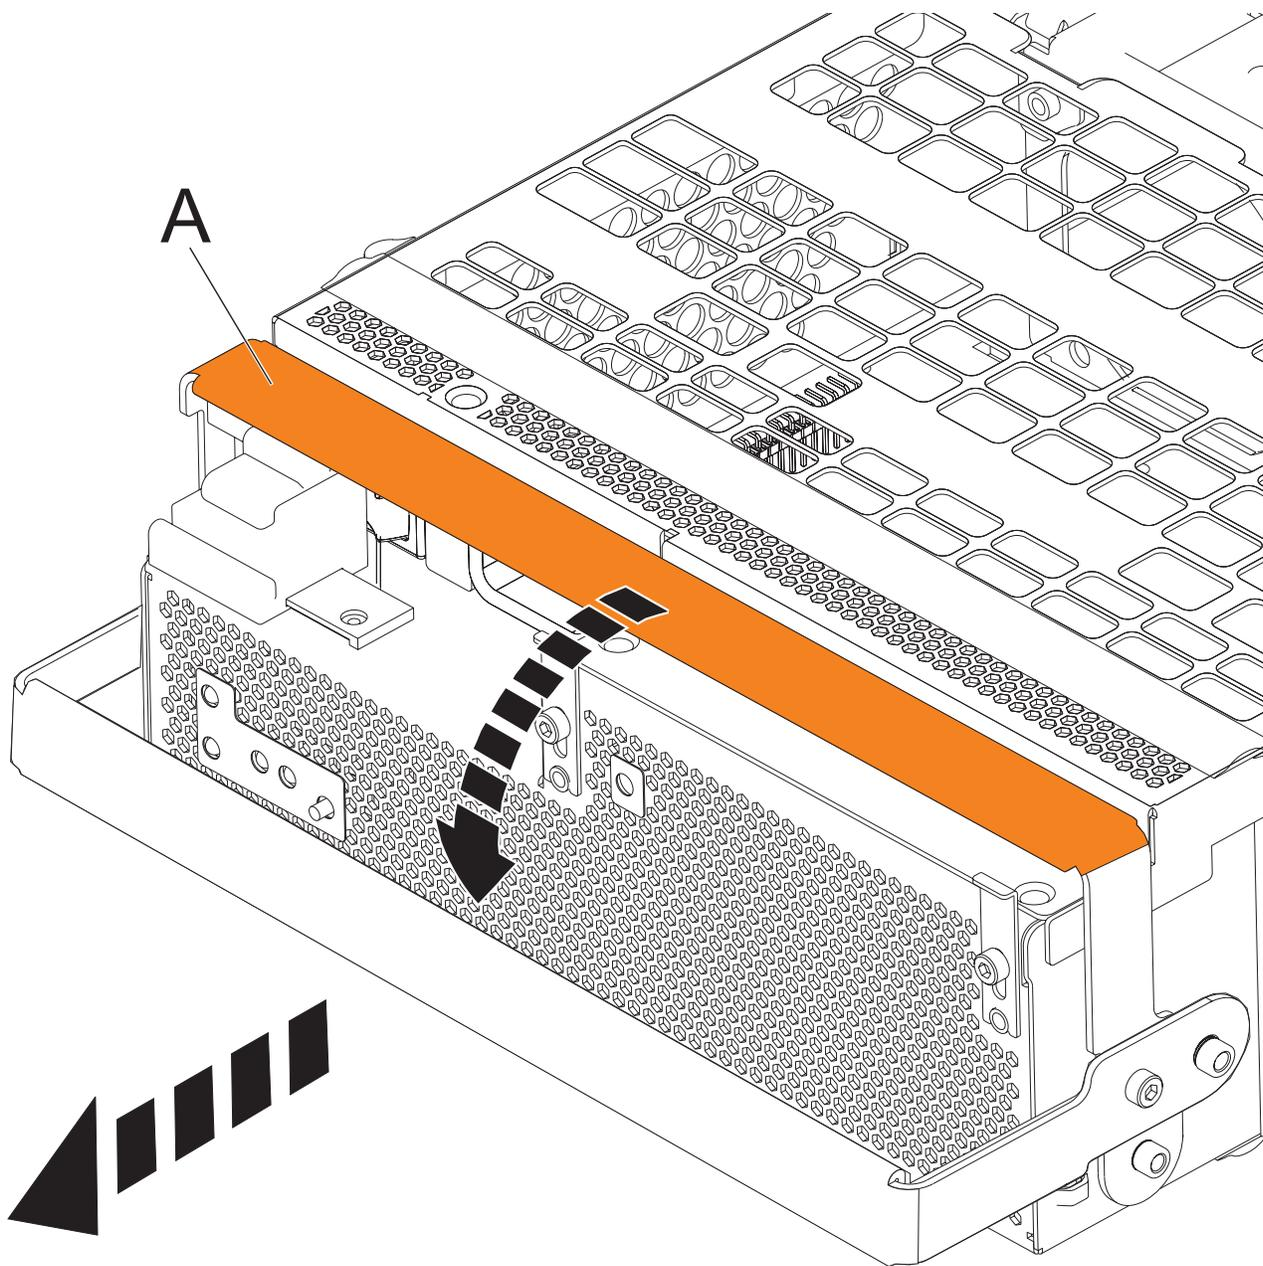

図 55. オフライン・コンバーター・アセンブリの取り外し
- a. OCA ハンドル (A) を示されている方向にいっぱい引き、OCA を外します。 75 ページの図 55 を参照してください。